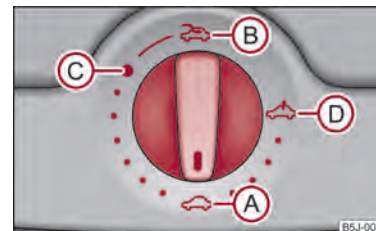

Fig. 20 Imagine din plafon: Comutator rotativ pentru trapa/plafonul glisant electric
Trapa/plafonul glisant se poate deschide și închide când contactul este pus, de la comutatorul rotativ ⇒ fig. 20. Comutatorul rotativ are mai multe poziții.
- Rotiți comutatorul în poziția (C) ⇒ fig. 20.
- Rotiți comutatorul în poziția **A** ⇒ fig. 20.
Trapa/Plafonul glisant este prevăzut cu protecție la suprasolicitare. Când închiderea este blocată de un obstacol (de ex. gheața), trapa se oprește și se deschide complet. Puteți închide trapa/plafonul glisant fără activarea protecției la suprasolicitare apăsând comutatorul în poziția **A** ⇒ fig. 20 în față, până când trapa/plafonul glisant se închide complet ⇒ **A**.
După fiecare acționare de urgență (cu cheia hexagonală) trapa trebuie adusă în poziția de bază. De aceea trebuie să rotiți comutatorul în poziția **A** ⇒ fig. 20 și să îl apăsați cca. 10 secunde.